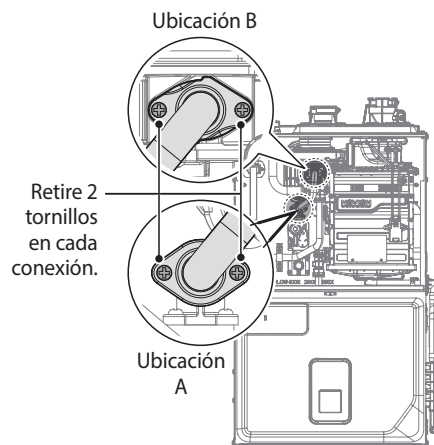

Figura 3. Desmontaje del adaptador de salida de la válvula de gas del conjunto de la válvula de gas y el motor del ventilador
5. Retire los dos tornillos con un destornillador Phillips en la ubicación A: La conexión sobre la válvula de gas donde se conecta al adaptador de salida de la válvula de gas. Consulte Figura 3 para ver una referencia.